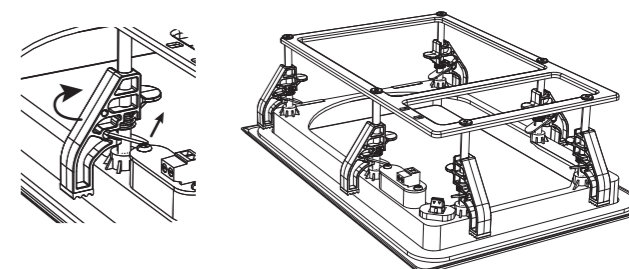

図 5. 取り付けクランプの調整
2. フレームのすべての取り付けクランプを調整して、収納位置に配置します (図 5 および 6)。それらは、バネ仕掛けの金属タブを引っ張ってから、クランプを取り付けポストに沿って動かし、横に回転させることによって調整されます。これにより、フレームが乾式壁の開口部に収まるようになります。